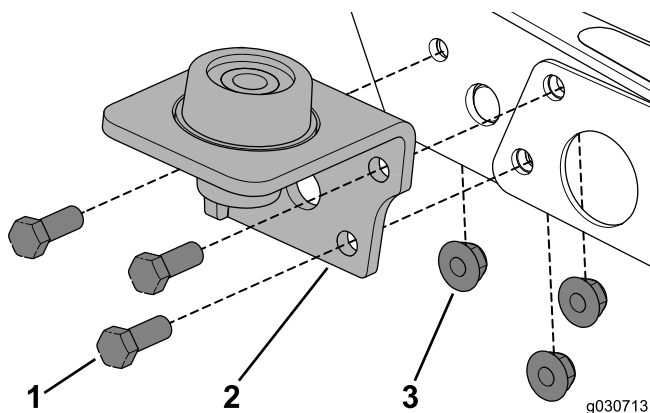

Figura 17
1. Retire las fijaciones existentes y utilice los 3 pernos (3/8" x 1") y tuercas con arandela prensada para sujetar el soporte a la máquina (Figura 17).